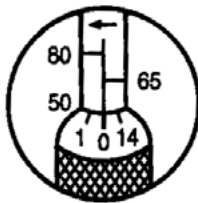

Рис. 1 - 50FT (Футов)
3. Зафиксируйте ручку плотно, повернув блокировочную гайку по часовой стрелке. Сейчас ключ установлен на 56ft (футов) и готов к использованию. См. рис. 1 и 2.